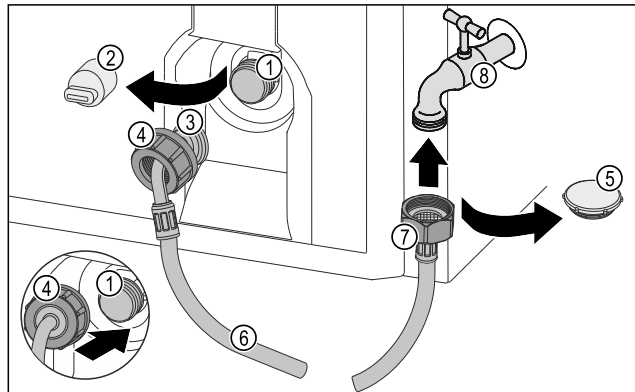

Fig. 45
- ▶ Зніміть захисний ковпачок Fig. 45 (5).
- ▶ Приєднайте прямий кінець шланга Fig. 45 (7) до водяного крана Fig. 45 (8).
- ▶ Затягніть гайку на прямому кінці шланга Fig. 45 (7) за годинниковою стрілкою.